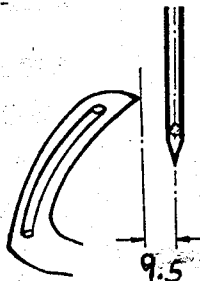

Fig. 1
Zur bequemeren Einstellung entferne Drückfuß, Stichplatte und Transporteur. Setze den Fadengreifer in den Greiferhebel ein. Der Greifer ist so einzustellen, daß der Abstand von Nadelmitte zur Greiferspitze 9,5 mm \approx 3/8" beträgt und zwar bei Beginn der Nadelstangenaufwärtsbewegung (Fig. 1). Dieser Abstand läßt sich nach Lösen der Mutter am rechten Schenkel des Greiferhebels durch Verschieben der Kugelschraube im Langloch ändern. Bei der Bewegung nach rechts muß der Greifer dicht an der Rückseite der Nadel vorbeigehen, ohne diese zu berühren. Dazu wird der Greiferhebel auf seiner Achse nach Lösen der beiden Schrauben seitlich verschoben.
For convenient access, remove the presser foot, throat plate and feed dog. Insert the looper into the looper rocker. Set the looper so that the distance from the centre line of the needle to the point of the looper is 9,5 mm \approx 3/8" in the lowest position of needle bar just before moving upwards (Fig. 1). Therefore loosen the nut at right side of looper rocker and replace the ball stud till the specified dimension be obtained. As the looper moves to the right, its point should pass behind the needle as close as possible without contacting it. Adjustment can be made by loosening the fastening screws of looper rocker and replacing the looper rocker axially till this adjustment be obtained.
Bei Verwendung von Leinengarn ist der Nadelfaden nach Fig. 1 der Einfädelanleitung einzufädeln.
Die Stichlänge ist entsprechend der Kettelgarnstärke nach Lösen der Mutter Teil-Nr. HA 18 A (Fig. 3) einzustellen. Verstellen der Schwinge nach unten ergibt größere, Verstellen nach oben kleinere Stichlänge. Der Obertransport ist dann entsprechend an der Schwinge einzustellen. Verstellen nach hinten größerer Stich, nach vorn kleinerer Stich. (Fig. 1 u. 4).
Die Maschine ist für eine Naht mit Stichlochbindung (Fig. 1) eingestellt. Sollten Sie Kantenbindung wünschen, so können Sie diese Naht durch Herausnehmen des Nadelfadens aus der ersten Nadelfadenspannung (A) erreichen. (Fig. 4). Der Kettelfaden wird dann in diese Spannung (A) eingelegt (Fig. 4). Evtl. ist noch ein ausregulieren notwendig, damit der Nadel-faden sauber an der Kante liegt.